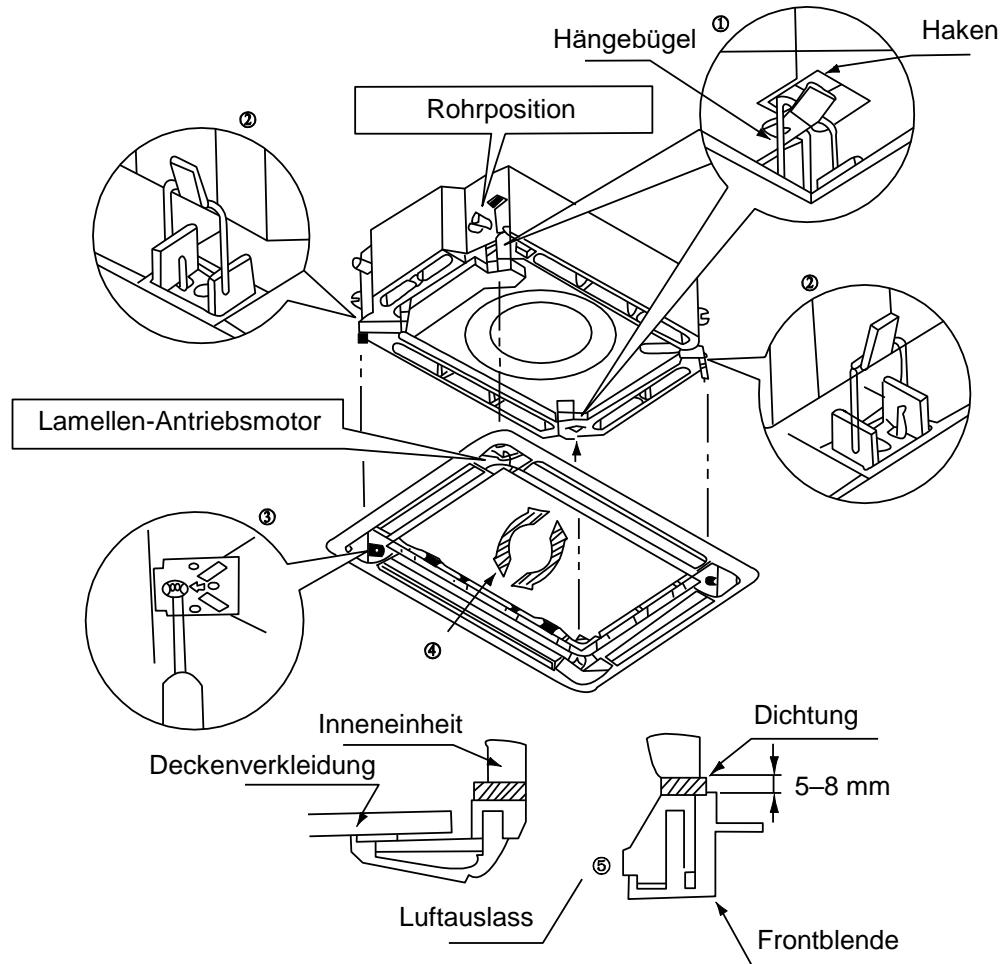

Abb. 34
- Passen Sie die Lage der Frontblende in Pfeilrichtung (siehe Bild 34) an.